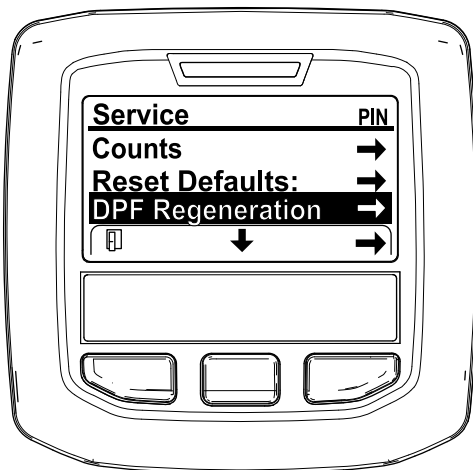

Figura 49
3. En el menú SERVICE (Servicio), pulse el botón del medio hasta que aparezcan las opciones de DPF REGENERATION (Regeneración de DPF) y pulse el botón derecho para seleccionar la opción DPF REGENERATION (Regeneración de DPF) (Figura 49).